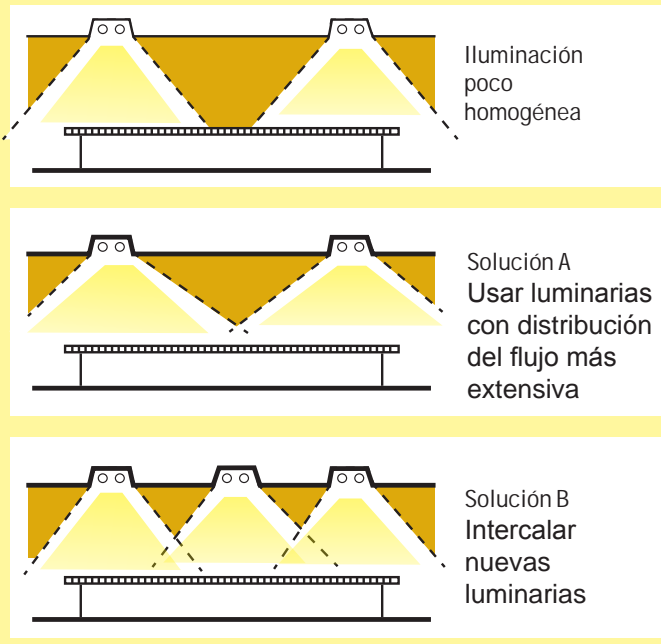

Figura 1
• Sustituir las luminarias por otras que tengan una distribución del flujo más adecuada, de tipo “extensivo” (Ver Figura 1).
- Reducir la separación entre luminarias y/o instalar otras nuevas entre ellas (*Ver Figura 1*).